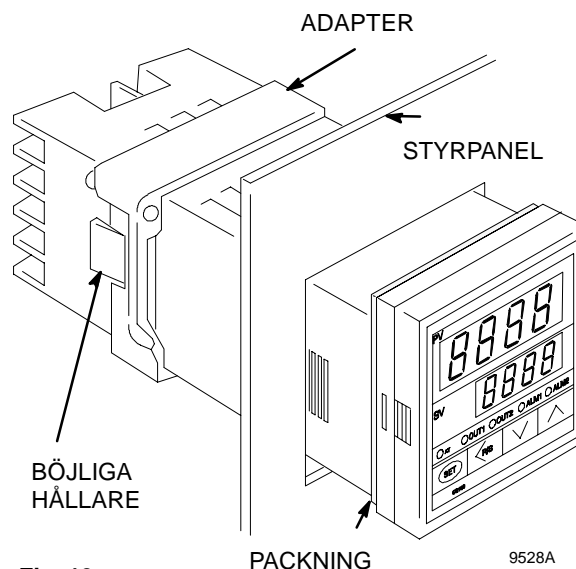

Fig. 13
1. Sätt i CB100-regulatorn i monteringshålet på styrpanelen (Fig. 13). Kontrollera att den sitter ordentligt fast.
2. Sätt på adaptern på CB100-regulatorn på baksidan av styrpanelen (Fig. 13).